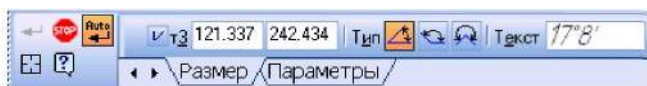

Рис. 2.11 - Параметры углового размера
- Угловой размер, - Угловой размер от общей базы, - Угловой цепной размер, - Угловой размер с общей размерной линией, Угловой размер с обрывом. Панель свойств при вводе угловых размеров содержит поля ввода и переключатели, позволяющие задавать положение характерных точек размера, управлять его ориентацией и содержанием размерной надписи (рис. 2.11).